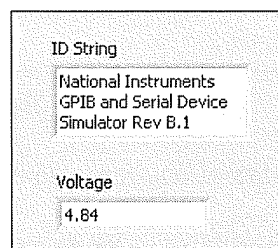

Figura 9-18. Ventana del panel frontal del VI GPIB IIOA Read A
8. Abra la ventana del panel frontal. La ventana del panel frontal debe ser similar a la de la figura 9-18.